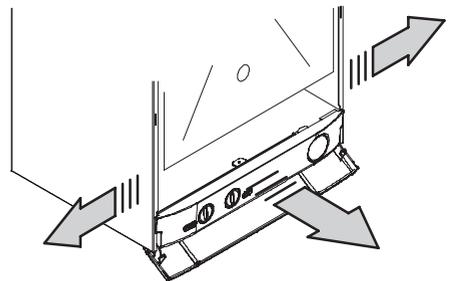

Рис. 5.16
- Сместите боковые панели и потяните вперед панель управления, чтобы получить доступ к клеммной колодке электропитания Рис. 5.16.